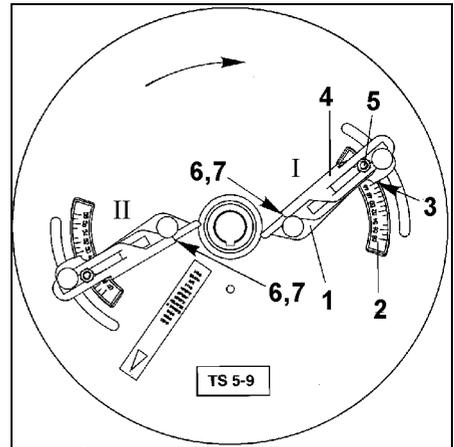

Fig. 46
- Ablesekante (Fig. 46/7) der Schaufel "I" auf Buchstabenwert "D" einstellen und Schaufelaußenteil befestigen. Schaufel "I" auf Zahlenwert "50" verschwenken und befestigen.
- Ablesekante (Fig. 46/7) der Schaufel "II" auf Buchstabenwert "F" einstellen und Schaufelaußenteil befestigen. Schaufel "II" auf Zahlenwert "46" verschwenken und befestigen.